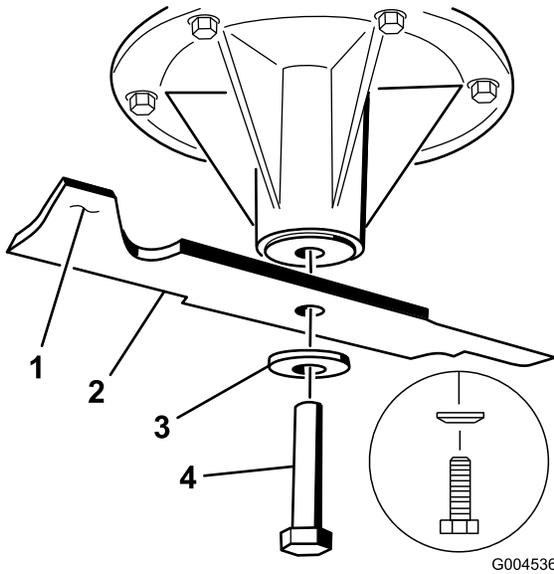

Figura 94
2. Retire el perno de la cuchilla, la arandela curva y la cuchilla del eje (Figura 94).